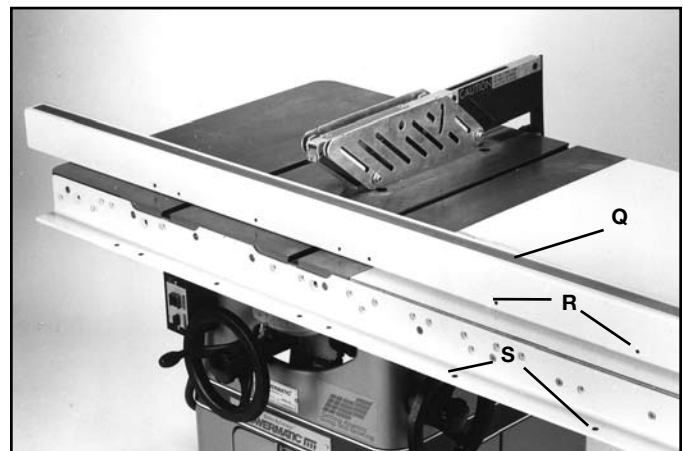

FIG. 22
14. Déposer le tube du guide (Q), fig. 22, sur la table de scie comme montré. Aligner les trous filetés (R) au bas du tube du guide avec les trous transpercés (S) de la barre de guidage avant. Le tube du guide dépassera la barre de guidage, aux deux extrémités, d'environ 152 mm (6 po).